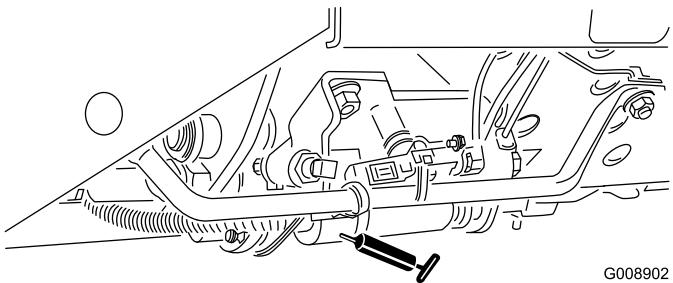

Рисунок 55
- Двигок режима сканирования/транспортировки (Рисунок 55)